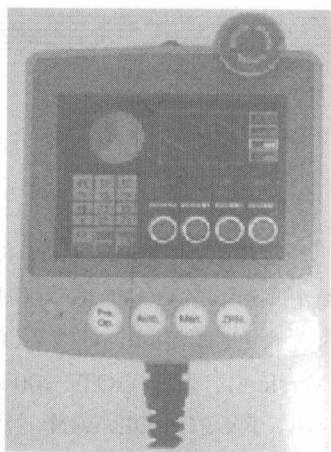

图 2-3 F940GOT 手持型外形 (5.7 英寸显示屏)
③ F940GOT 手持型（5.7 英寸显示屏）：外形如图 2-3 所示。这种手持型 GOT 在一个